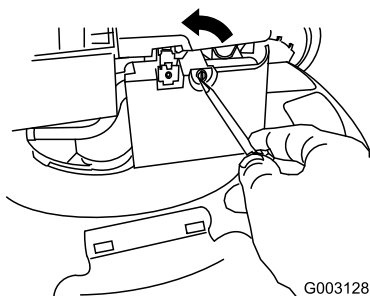

Figure 28
2. Ouvrez le couvercle du filtre à air avec un tournevis (Figure 28).